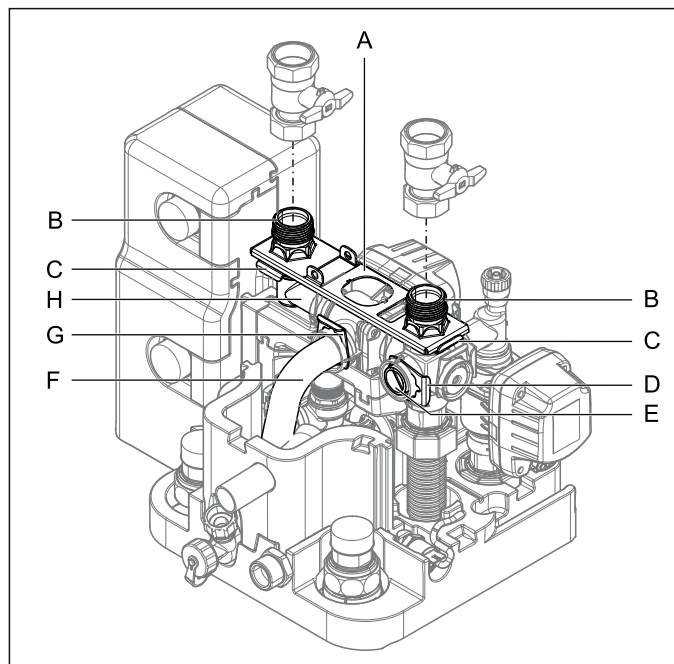
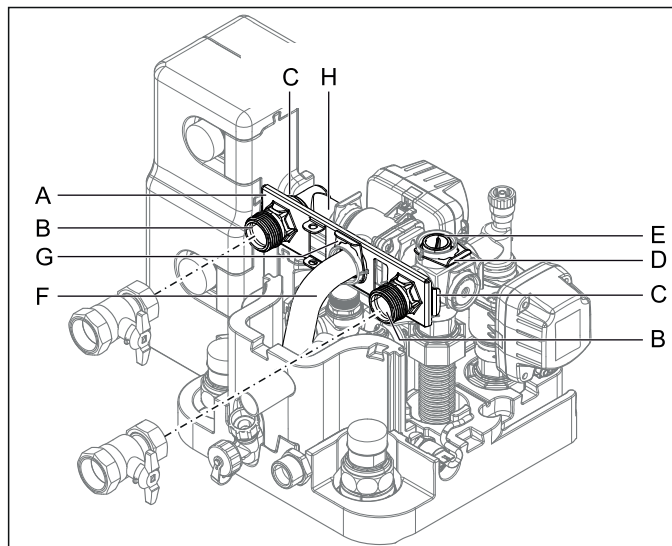

Bild 4-12 Anschlüsse Heizungsvor- und -rücklauf nach oben ausgerichtet
Bild 4-14 Anschlüsse Heizungs- und -rücklauf nach hinten ausgerichtet
- Beide Steckbügel der Anschlusskupplungen (Bild 4-12, Pos. C) abziehen.
- Beide Anschlusskupplungen (Bild 4-12, Pos. B) abziehen.
- Halteblech (Bild 4-12, Pos. A) abnehmen.
- Steckbügel des Verschlussstopfens (Bild 4-12, Pos. D) abziehen.
- Verschlussstopfen (Bild 4-12, Pos. E) herausziehen.
- Winkelstück (Bild 4-12, Pos. H) um 90° nach hinten drehen.
- Steckbügel des Krümmers (Bild 4-12, Pos. G) abziehen.
- Krümmer (Bild 4-12, Pos. F) vorsichtig so weit nach hinten aus seiner horizontalen Aufnahme ziehen, dass das Halteblech (Bild 4-14, Pos. A) senkrecht dazwischengeschoben werden kann.
- Halteblech zwischen den Krümmer und seine horizontale Aufnahme schieben und Krümmer (Bild 4-14, Pos. F) durch das mittlere Loch des Halteblechs wieder in seine Aufnahme stecken.
- Krümmer mit Steckbügel (Bild 4-14, Pos. G) wieder in seiner Aufnahme sichern.
- Beide Anschlusskupplungen (Bild 4-14, Pos. B) durch das Halteblech in die seitlichen Aufnahmen stecken.
- Beide Anschlusskupplungen mit Steckbügeln (Bild 4-14, Pos. C) in ihren Aufnahmen sichern.
- Verschlussstopfen (Bild 4-14, Pos. E) in die obere Aufnahme stecken.
- Verschlussstopfen mit Steckbügel (Bild 4-14, Pos. D) sichern.